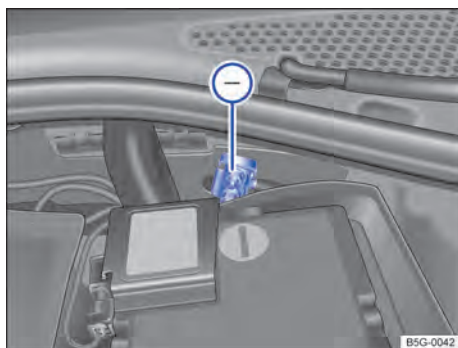

Fig. 217 No compartimento do motor: ponto de auxílio à partida (ponto de aterramento) ⊖.
O ponto de auxílio à partida (ponto de aterramento) para conexão do cabo de auxílio de partida *preto* encontra-se no compartimento do motor → Fig. 217 **①**.